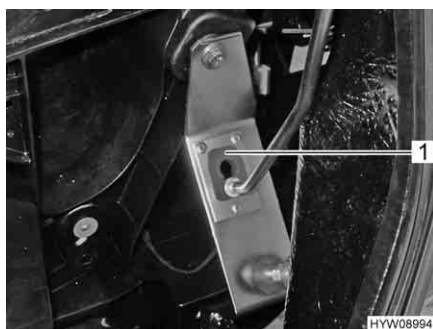

Fig. 41 Apertura per asta del cofano
- Tenere sollevato il cofano motore con una mano e, con l'altra mano, rimuovere l'asta del cofano dall'apertura (Fig. 41,1).